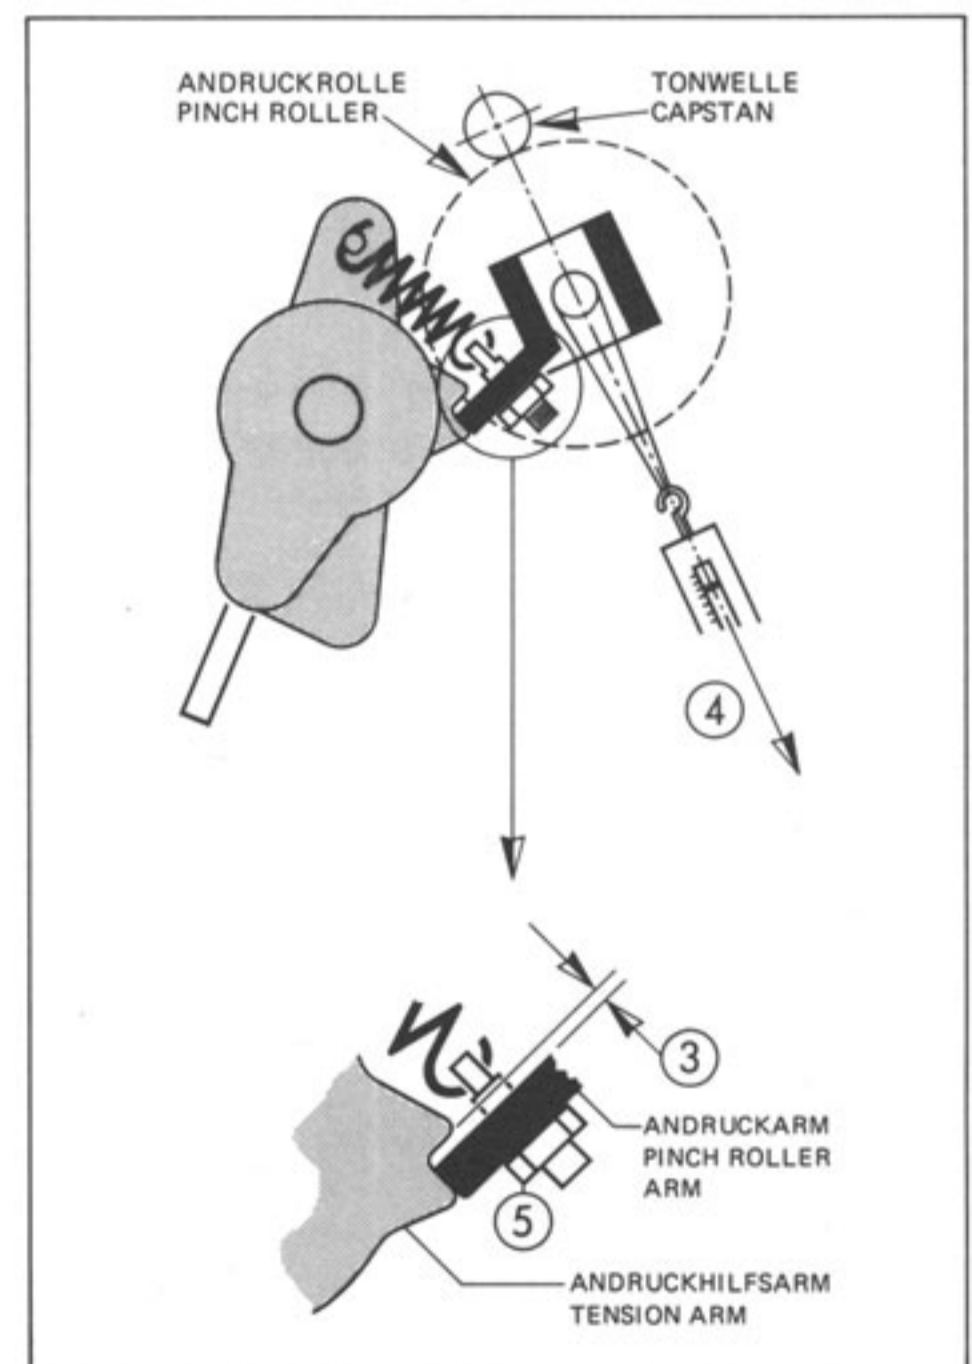

Fig. 3.3.4
Die Andruckkraft der Andruckrolle mit einer Federwaage (0-2,5kp) messen. Sie soll im Moment des Abhebens der Andruckrolle von der Capstanachse 1,6kp \pm 0,1kp betragen. Die Justierung erfolgt mit der Sechskantmutter (5) (SW 7) am Andruckarm (Fig. 3.3.4).
Measure pinching force of the pressure roller with a spring balance (0-2.5 kp). At the moment when the pressure roller lifts off the capstan shaft, it should measure 1.6kp \pm 0.1kp. Correct the force by adjusting the hexagon nut (5) (SW 7) at the pressure arm (Fig. 3.3.4).
The clearance can be checked by manually pressing the pressure roller lightly against the capstan shaft and alternately pressing the PLAY and the STOP key (see Fig. 3.3.4).